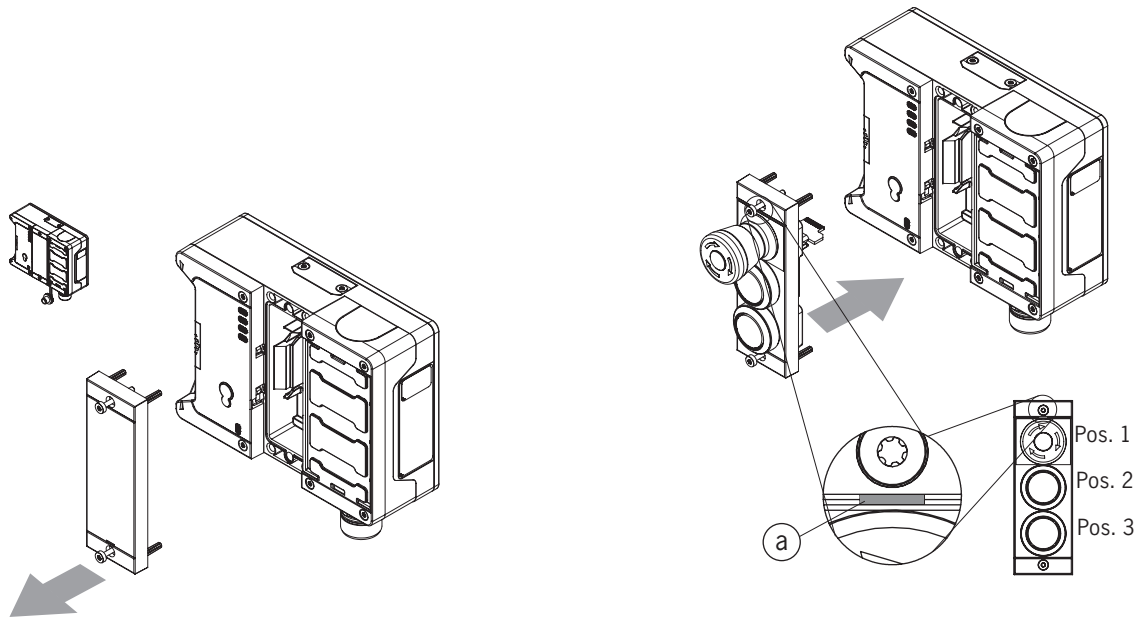

Fig. 11 :Montage d'un sous-module
- Tenir compte de l'orientation du sous-module. Voir le repère (a) sur la Fig. 11 : *Montage d'un sous-module*. Les sous-modules peuvent être pivotés également de 180°. Le repère (a) indique toujours la première position équipée. Dans l'exemple ci-dessous en l'occurrence la position de l'arrêt d'urgence S1.